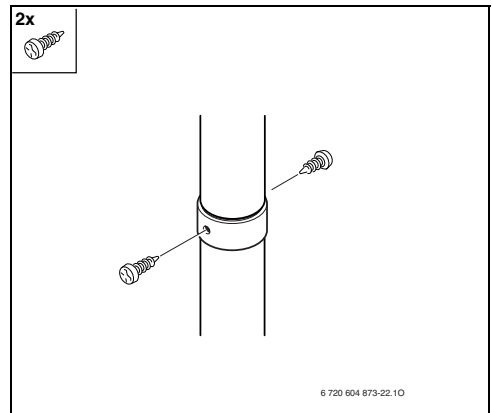

Fig. 28
► Fijar la unión con los tornillos suministrados (Fig. 28).